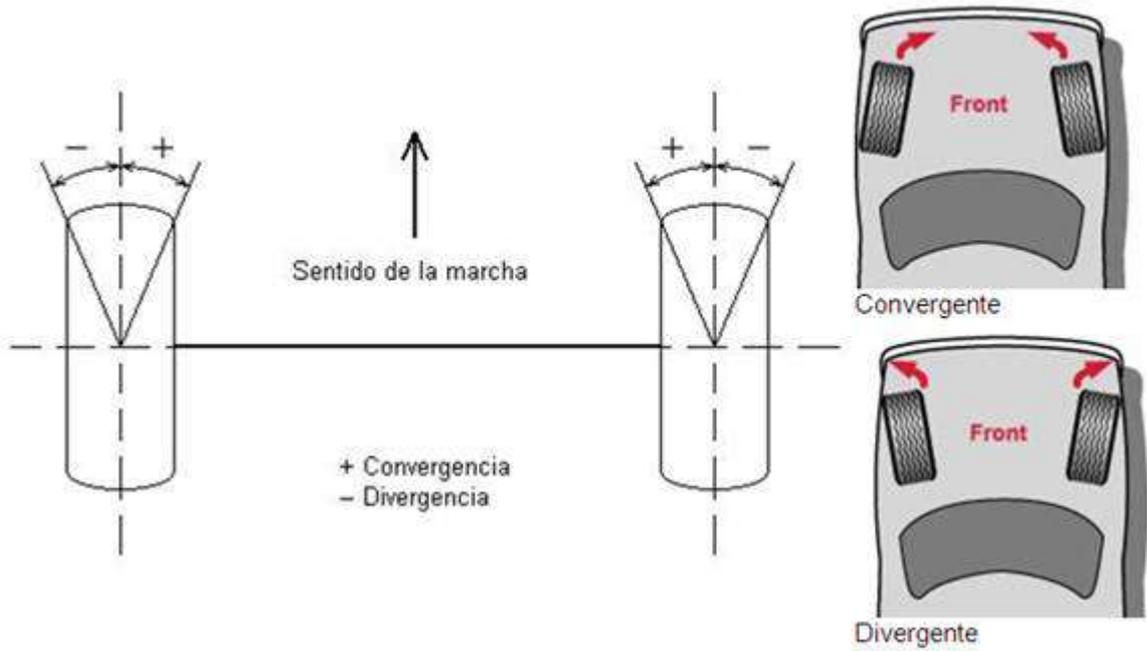

Fig.17
**Ángulo de convergencia y ángulo de divergencia:** Es el ángulo definido entre cada una de las ruedas y el eje longitudinal del vehículo, siempre en su proyección horizontal. Fig. 17